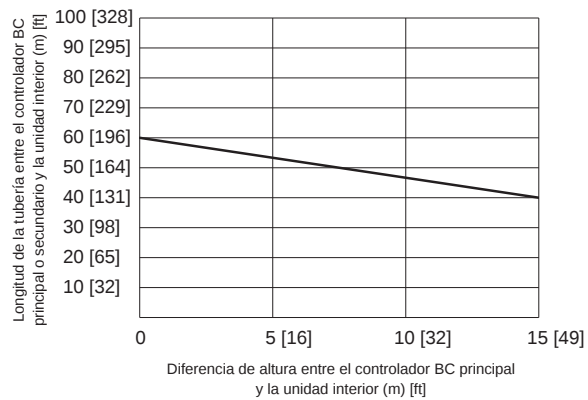

Fig.1
*2 Consulte la Fig. 1. (Sin embargo, cuando están conectados los modelos de unidad interior P72 o P96, la distancia máxima permitida entre el controlador BC y la unidad interior más alejada es de 40 m.)
*3 Cuando la longitud de la tubería o la diferencia de altura excede la restricción especificada en la Fig. 1, conecte un controlador BC secundario al sistema. La restricción de un sistema con un controlador BC secundario se muestra en la Fig. 2. Cuando una configuración de sistema determinada cae dentro del área sombreada en la Fig. 2, aumente el tamaño de la tubería de alta presión y la tubería de líquido entre el controlador BC principal y el secundario una talla. Cuando se utilizan los modelos de unidades interiores P12, P15, P18, P36 o P48, aumente el tamaño de la tubería de líquido bifurcada entre el controlador BC secundario y la unidad interior una talla. Cuando utilice el modelo P54 o un modelo de unidad interior más grande, no puede superar la restricción que se muestra en la Fig. 1.